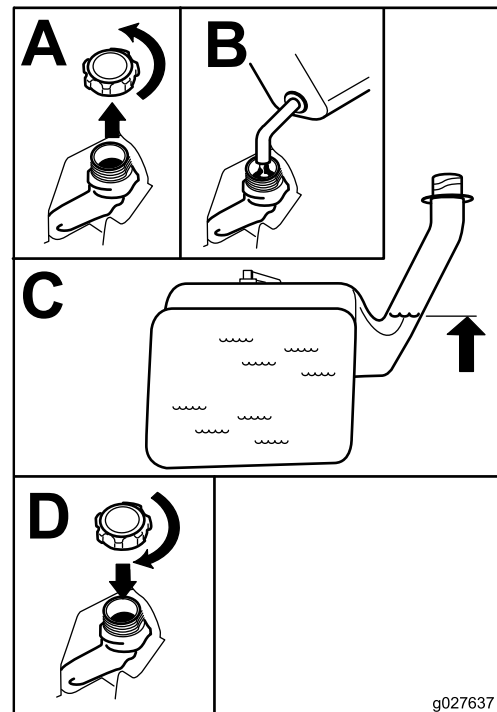

Figura 7
2. Aggiungete **lentamente** normale benzina senza piombo fino a che il carburante raggiunge la base del bocchettone di riempimento Figura 7.